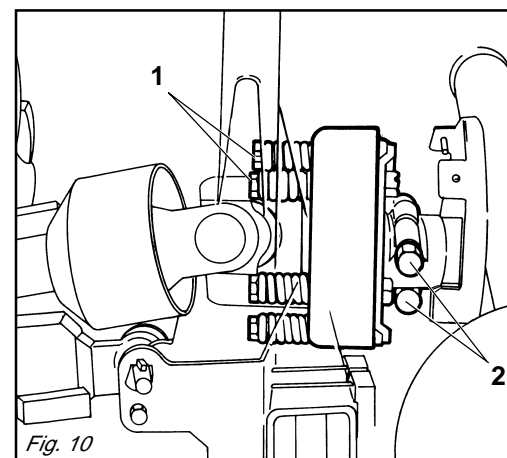

Fig. 10
La frizione è già pre-regolata per uno sforzo medio. Se slitta troppo facilmente (suriscaldandosi) è necessario avvitare uniformemente tutti i dadi (1 Fig. 10) che stringono le molle.
Qualora l'albero cardanico fornito abbia il mozzo con bloccaggio a bulloni (2 Fig. 10), assicurarsi che questi siano serrati con forza.
Se la frizione non slitta, svitare uniformemente tutti i dadi (1 Fig. 10) che fissano le molle. Svitare un giro alla volta e verificare la frizione dopo circa 300 metri di lavoro. Se necessario ripetere l'operazione, sempre svitando un giro alla volta. Se la frizione mantiene durante il lavoro una temperatura di circa 40-50 gradi celsius significa che è regolata in modo corretto. **Non serrare mai a fondo i dadi, poiché in tal modo si elimina la funzione delle molle e dunque della frizione a danno degli organi di trasmissione.**
*The clutch is already pre-adjusted for average stress. If it slips too easily (and overheats), it will be necessary to evenly tighten all the nuts (1 Fig. 10) that retain the springs.*
*If the supplied cardan shaft has a bolt-locked hub (2 Fig. 10), check that these bolts are fully tightened.*
*If the clutch does not slip, evenly unscrew all the spring fixing nuts (1 Fig. 10).*
Die Gelenkwelle kann mit einer Sicherheitskupplung ausgerüstet werden, um die Getriebeteile des Gerätes vor Überlastungen und/oder Beanspruchungen zu schützen. Die Gelenkwelle darf keine Neigung über 10 Grad aufweisen (Abb. 4). Die Kupplung ist auf eine mittlere Beanspruchung voreingestellt. Wenn die Kupplung zu schnell schlupft (Überhitzung), muß man alle Muttern (1 Abb. 10), die die Federn spannen, noch weiter anziehen.
Sollte die mit dem Gerät gelieferte Gelenkwelle eine mit Schraubbolzen blockierte Nabe (2 Abb. 10) haben, sicherstellen, daß diese angezogen sind.
Wenn die Kupplung nicht schlupft, alle Muttern (1 Abb. 10), die die Federn spannen, gleichmäßig lockern. Alle Muttern um eine Umdrehung losschrauben und die Kupplung nach 300 Metern Fahrstrecke prüfen. Den Vorgang falls erforderlich wiederholen, jeweils eine Umdrehung pro Versuch. Wenn die Kupplung während der Arbeit eine Temperatur von circa 40-50°C beibehält, ist sie richtig eingestellt.
*L'embrayage est déjà réglé pour un effort moyen. Lorsqu'il patine facilement (en se surchauffant) il faut visser de manière uniforme tous les écrous (1 Fig. 10) de serrage des ressorts.*
*Si le moyeu de l'arbre à cardans dispose d'un blocage par boulons (2 Fig. 10), assurez-vous que ces derniers sont bien serrés.*
*Si l'embrayage ne patine pas, dévissez de manière uniforme tous les écrous (1 Fig. 10) de fixation des ressorts. Dévissez d'un tour à la fois et vérifiez l'embrayage après environ 300 mètres de travail. Si nécessaire, répétez l'opération en dévissant toujours d'un tour à la fois. Quand l'embrayage maintient une température d'environ 40-50 degrés pendant le travail, cela signifie qu'il est réglé correctement.*
El embrague está ya pre-regulado para un esfuerzo medio. Si patina muy fácilmente (recalentándose) es necesario ajustar uniformemente todas las tuercas (1 Fig. 10) que apretan en el resorte.
Si el árbol cardánico tiene el cubo con bloqueo de bulones (2 Fig. 10), controlar que estos últimos estén bien ajustados.
Si el embrague no patina, aflojar uniformemente todas las tuercas (1 Fig. 10) que fijan el resorte. Aflojar una vuelta a la vez y controlar el embrague luego de 300 metros de trabajo. Si es necesario repetir la operación siempre aflojando un giro a la vez. Si el embrague mantiene durante el trabajo una temperatura de 40-50 grados significa que está regulado en modo correcto.